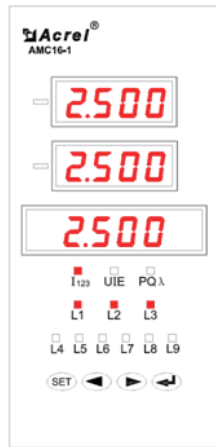

图 6
- 1) 图 6 显示的电参量从上到下依次为第 1、第 2、第 3 路负载的电流值都为 2.500A。